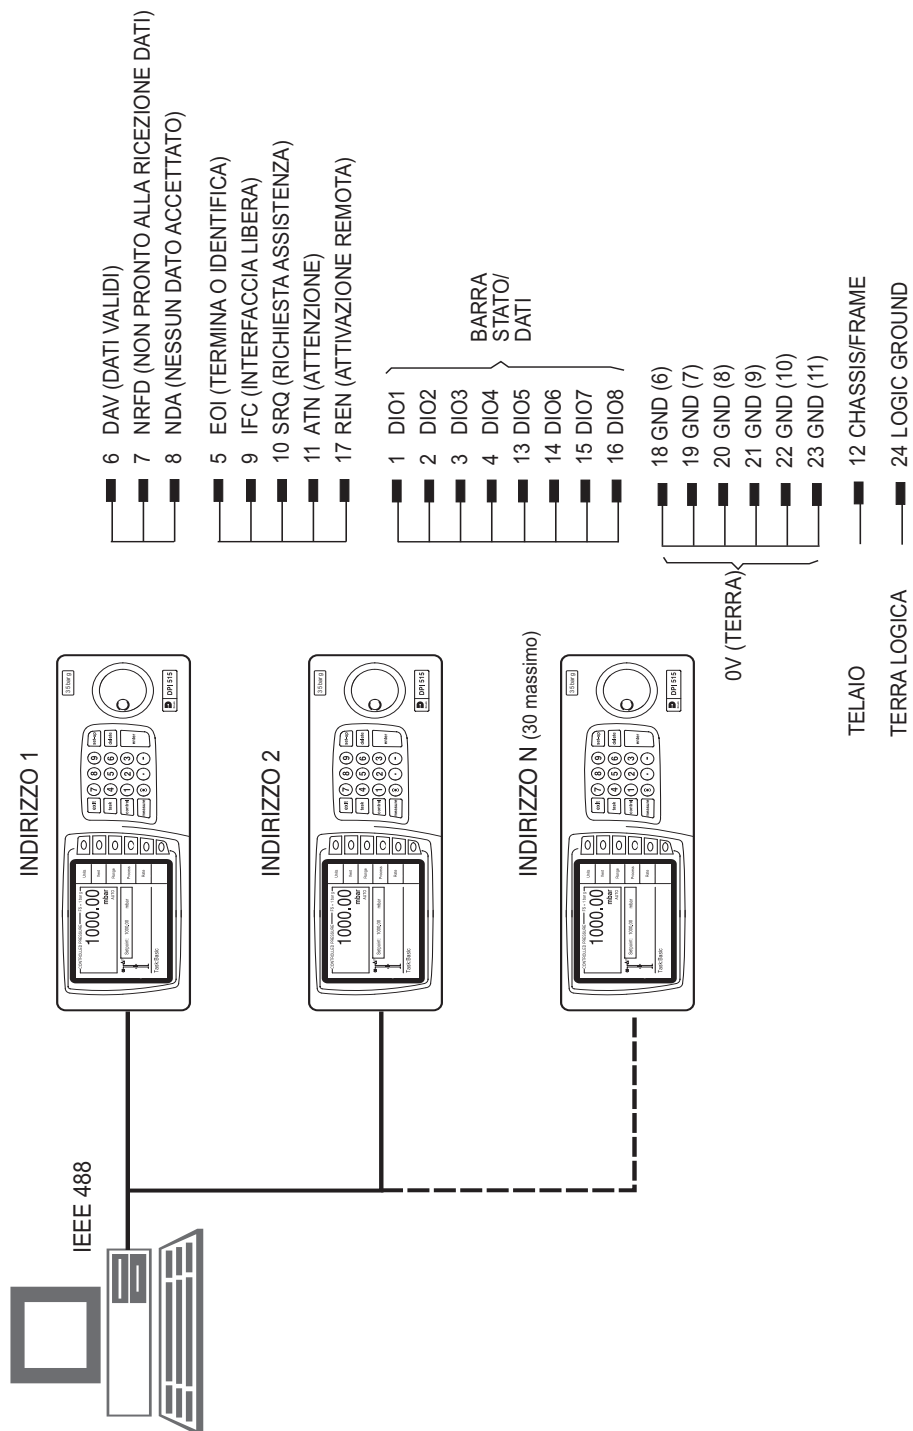

Figura 2-10 - Collegamento IEEE 488
2.8 Interfaccia IEEE 488 (Figura 2-10)